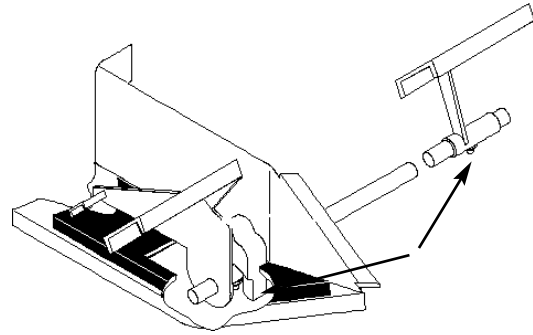

Figure 26
3. Sur les modèles hydrostatiques, graisser la pédale de commande de déplacement (ou les pédales de frein et d'embrayage sur les modèles à boîte de vitesses) au point d'articulation sur l'arbre de montage (Fig. 26).